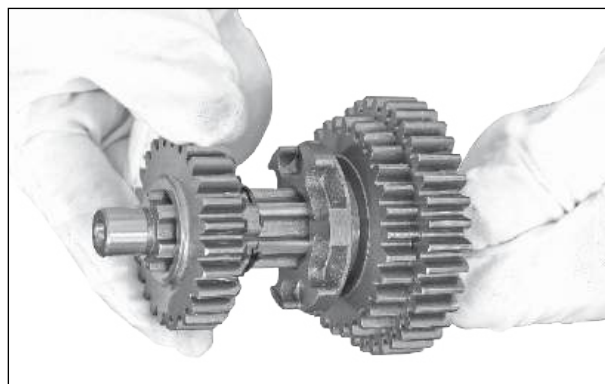

Fig. 3.146
- Remova a engrenagem movida da 3ª marcha do eixo de acionamento. (Fig. 3.146)